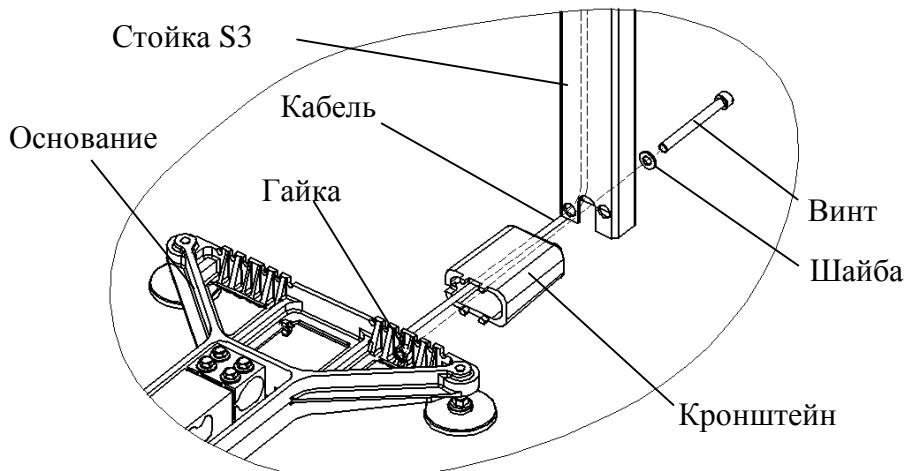

Рисунок 6.3 - Крепление прямоугольной стойки
- обязательно протянуть кабель весовой платформы через кронштейн и стойку (см. рисунок 6.3);